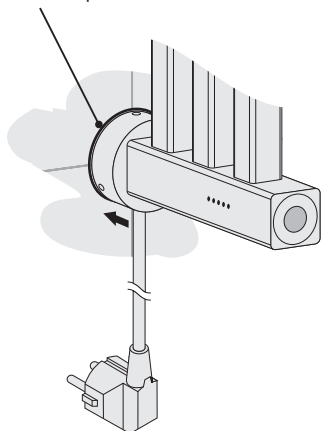

Рис.3
4.1.5. Для повышения степени защиты произвести герметизацию шва силиконовым герметиком по контуру примыкания коробки скрытого подключения и стены (рис. 3).